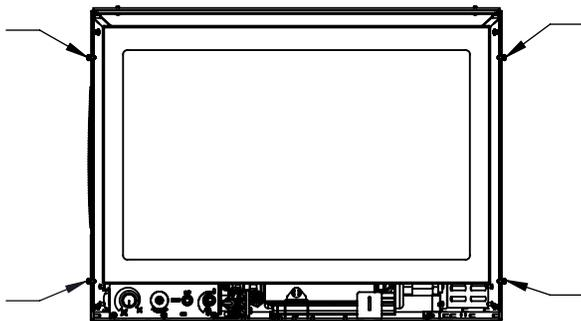

Figure 38: Bague / Vis Emplacements d'installation.
1. Installez les bagues et les vis de montage pour le panneau ajustable sur l'unité E20 aide d'un tournevis Torx T-20. Voir les figures 38 et 39 pour les emplacements d'installation.
2. Dans le cas du panneau trois côtés, accrocher le Surround sur les crochets appropriés en fonction de l'option Surround qui sera utilisé avec le panneau ajustable. Voir les figures 38 et 39.
3. Dans le cas du panneau 4 côtés, vis surround sur l'unité comme indiqué dans les figures 38 et 40.